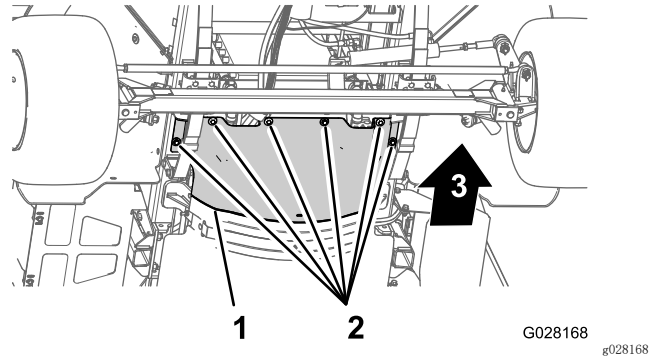

图41
4. 卸下将前隔热罩固定至底盘的 6 个六角头螺栓和 6 个垫圈，然后取下隔热罩（图41）。